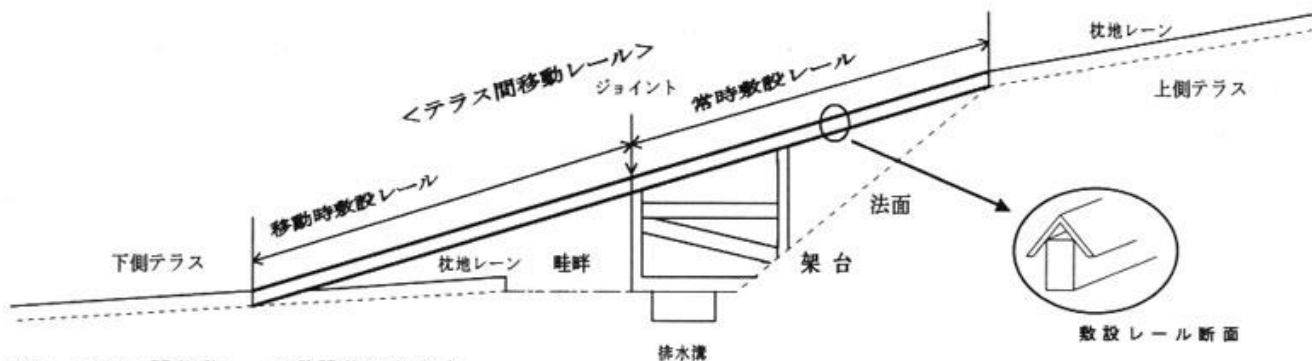

図1 テラス間移動レール敷設状況(断面)
1. 本システムは、テラス式茶園の法面上にテラス間移動レールを敷設し、レール走行式茶園管理機を搭載したうね間移動台車をウィンチで上下移動させるシステムである(図1、2、3)。
2. テラス間移動レールは、うね間移動用角形レール上に枕地レーンを溶接し、強度を保つ。さらに、ほ場にある枕地レーンの延長線上に敷設し、架台で支える(図1)。また、移動レールは常時敷設レールと移動時敷設レールにジョイントで連結でき、下側テラスのは場管理時は移動時敷設レールを取り外すことができる。